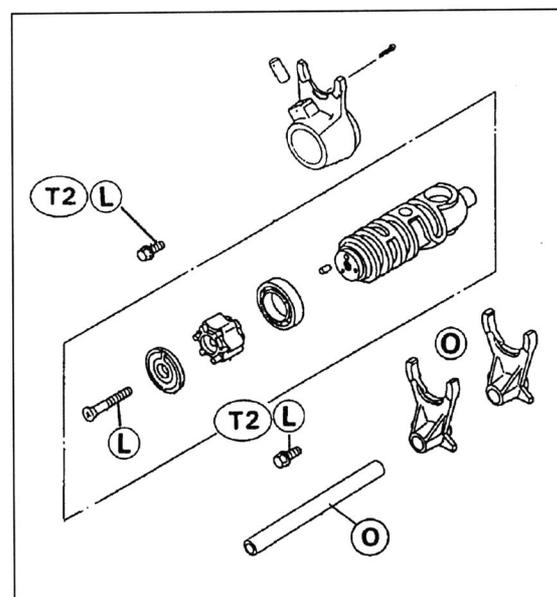

Bild 243
- Schaltwalze und -gabeln einsetzen (Bild 243).